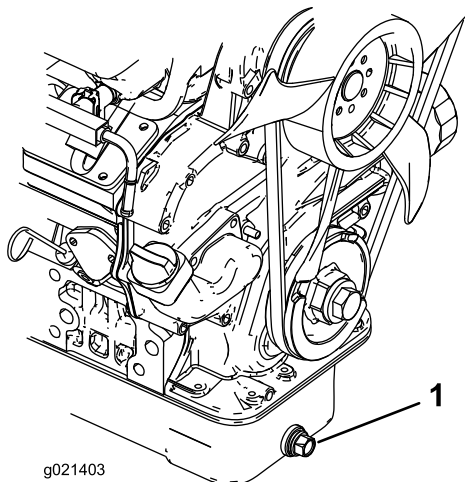

Figure 48
1. Retirez le bouchon de vidange (Figure 48) et laissez couler l'huile dans un bac de vidange. Remettez le bouchon quand la vidange est terminée.